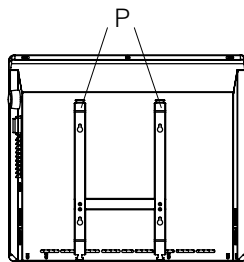

Рис.4 Задняя панель конвектора
- Опустите вниз две задвижки «Р» (см. рис. 4) на задней панели конвектора и потяните устройство на себя.